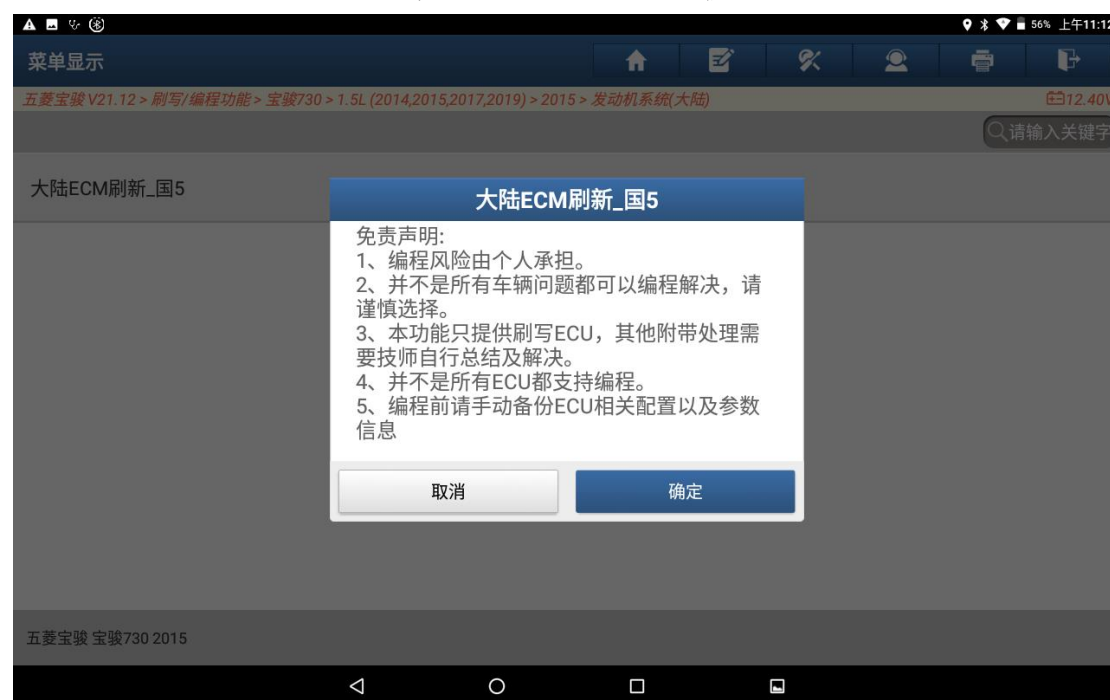

图 6
6. 确认刷写前注意事项提示信息，点击“确定”按钮，如图 6；